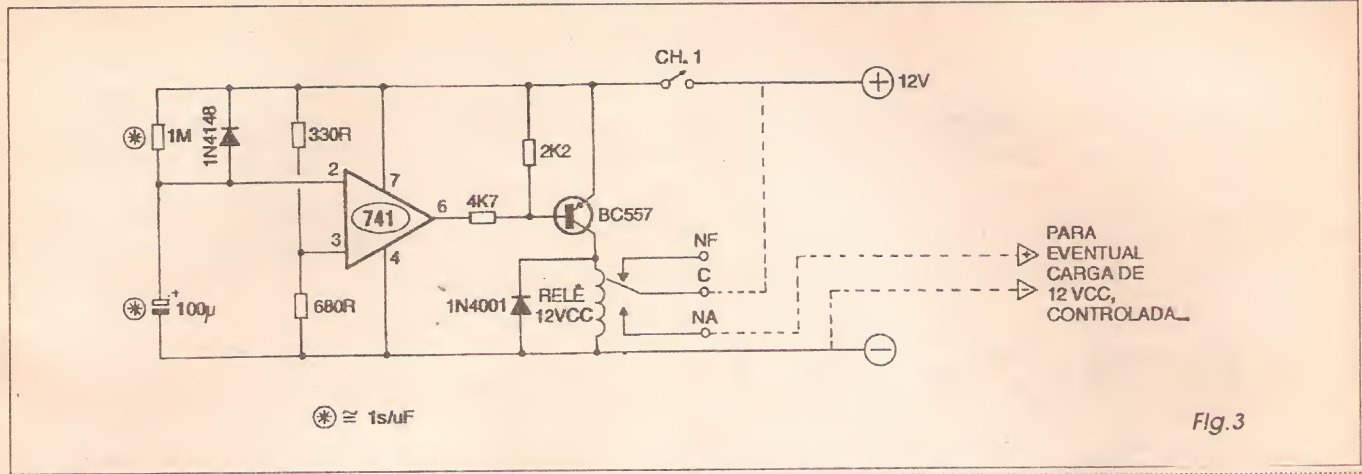

Fig. 3
- FIG. 3 - DEMORADOR (TEMPORIZADOR AO CONTRÁRIO), QUE DETERMINA UMA ESPERA PROGRAMADA, ENTRE O ACIONAMENTO E O INSTANTE REAL DE LIGAMENTO DE QUALQUER CARGA ELÉTRICA... - Quando se menciona o termo *temporizador*, normalmente nos vem à mente a idéia de um dispositivo que permite ou controla o *desligamento* automático de uma carga elétrica, uma vez decorrido um certo tempo programado ou ajustado... Enfim: ao ser acionado o dispositivo, a carga *liga*, e assim fica por todo o período ajustado, *desligando-se ao final*, de forma automática... Pois bem, o DEMORADOR atua exatamente *ao contrário*, e por isso mesmo apresenta outra gama (muito grande, acreditem...) de aplicações práticas, principalmente se considerarmos a alimentação em convencionais 12 VCC (o que facilita, inclusive, as aplicações *automotivas*, por óbvias razões...). O circuito é baseado num integrado 741, usado num arranjo comparador um pouco *fora* da sua norma geral de aplicação (porém bastante funcional e confiável...), com a *entrada inversora* (pino 2) monitorando o crescimento da tensão de carga do capacitor de 100u (e que se dá através do fluxo via resistor de 1M...). Atingido determinado ponto (que depende da comparação com a tensão fixa presente na *entrada não inversora* (pino 3), derivada dos resistores de 330R e 680R, a saída do operacional (pino 6), normalmente *alta*, cai para um valor suficiente à polarização do transistor PNP (BC557), que assim aciona o relê situado no seu circuito de *coletor*... Todo o processo é disparado simplesmente pelo acionamento da chave geral de alimentação